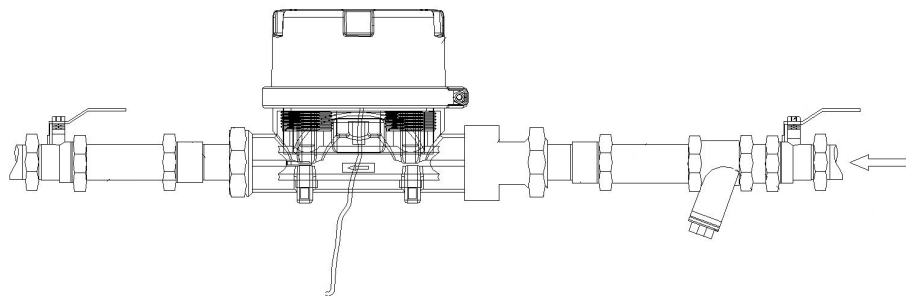

Рис.1 Схема установки теплосчётчика в трубопровод
1. На входе и выходе из теплосчётчика должны быть установлены фильтры и клапаны, как показано на рис.1.